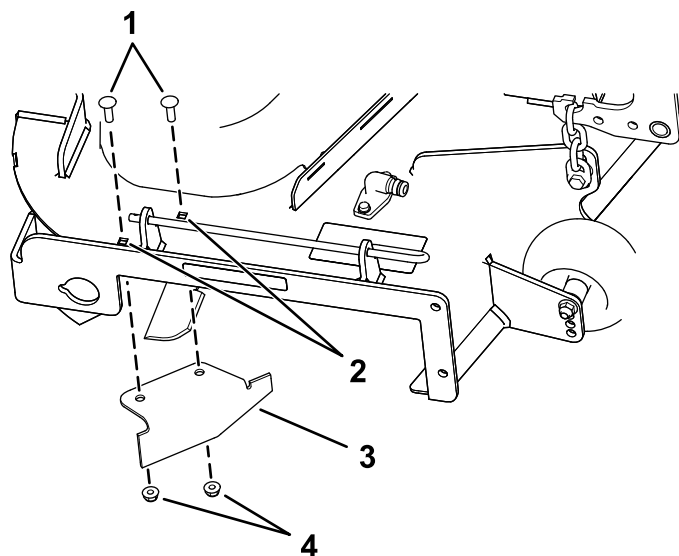

Figure 16
9. Localisez le déflecteur d'ouverture dans le sachet des pièces détachées et retirez les fixations des trous arrière de la plaque d'éjection (Figure 16).